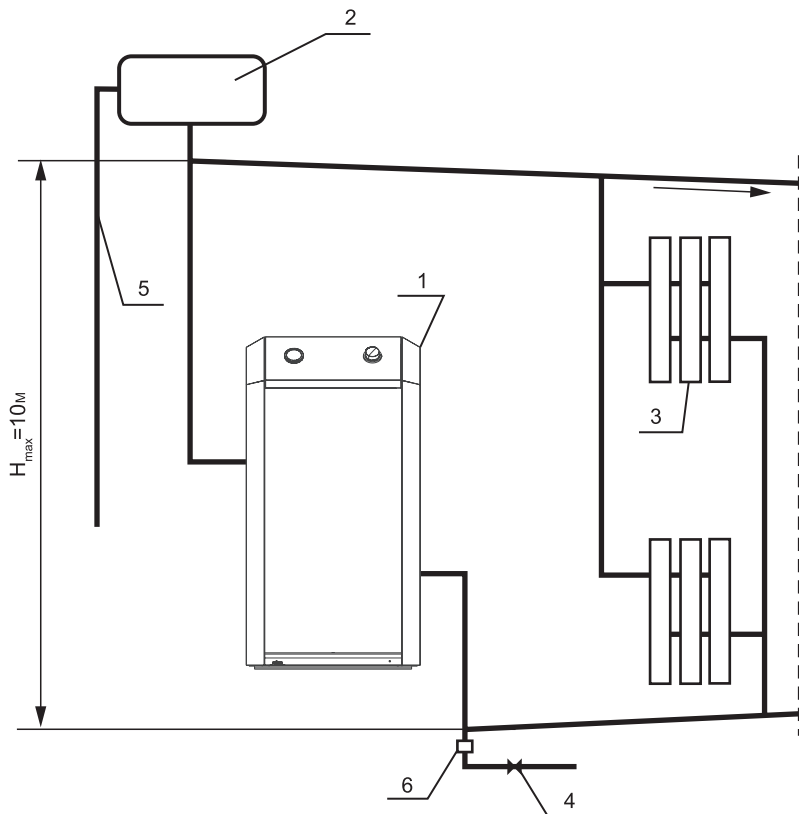

Рис. 2.
- 6.7. В открытой системе р сширительный б чок уст н влив ется в верхней точке гл вного стояк , жел тельно в от плив емом помещении. З прещ ется уст н влив ть вентиль н сигн льной трубе (см. рис. 2, 3).